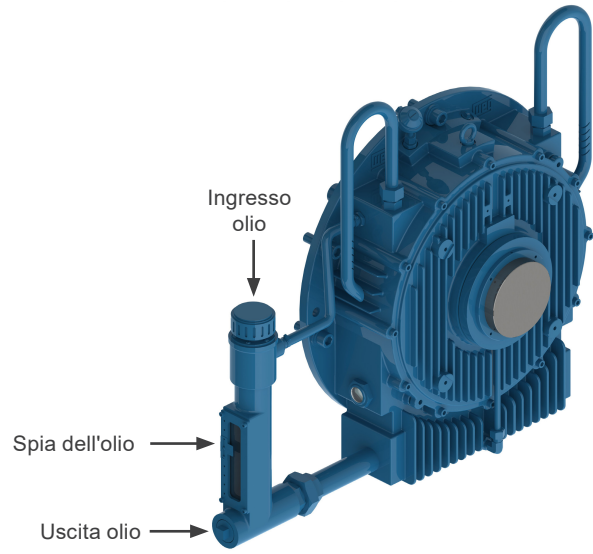

Figura 8.2: Cuscinetto lubrificato a olio - montaggio orizzontale
- Scaricare l'olio attraverso il foro di scarico situato nella parte inferiore del cuscinetto (vedere la Figura 8.2 a pagina 8-12).